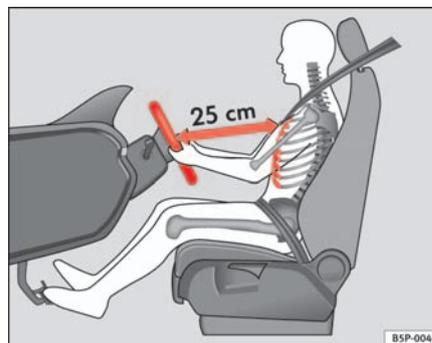

Fig. 129 Posición correcta del conductor
- Ajuste el volante hasta alcanzar la posición deseada ⇒ fig. 129.
- Ajuste el asiento del conductor o el volante de modo que quede una distancia mínima de 25 cm entre el volante y el tórax ⇒ página 168, fig. 129. ¡Si no respeta la distancia mínima, el airbag no le protegerá adecuadamente y corre peligro de muerte!